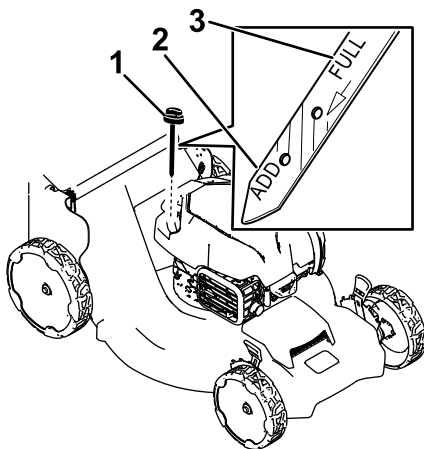

Figure 23
3. Tournez le bouchon dans le sens antihoraire et sortez la jauge (Figure 23).